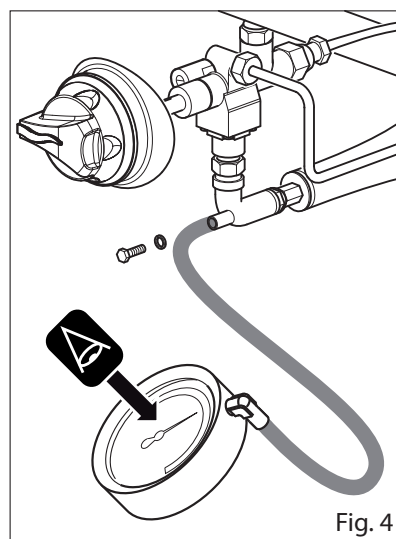

Fig. 4
**Effettuare un test per verificare che non vi siano perdite di gas una volta aperta la saracinesca di rete (Fig. 4)**
- Svitare la vite della presa di pressione (Fig. 4);